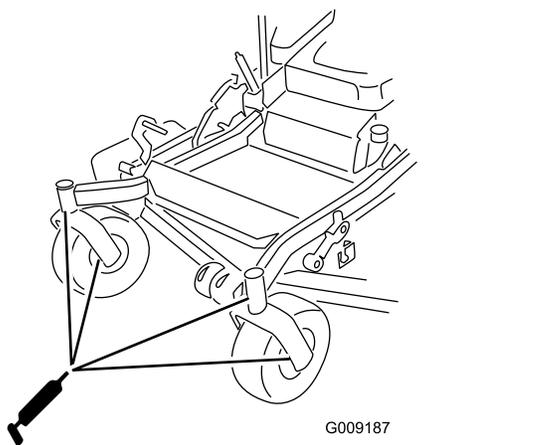

Figura 48
- Montate il tappo esagonale e il coperchietto antipolvere (Figura 48).